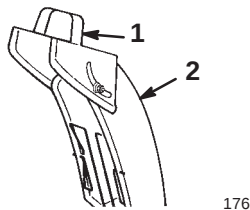

Bild 16
- **Griff für Auswurfkanalblech** (Bild 16): Bewegen Sie den Griff nach vorne, um den Schneestrom nach unten zu richten, und nach hinten, um den Strom nach oben zu richten.